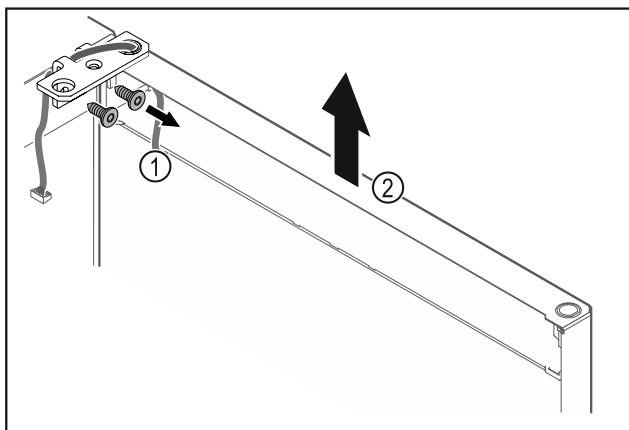

Fig. 26
- 按下合页角铁 Fig. 26 (1)。
- 将冰箱门连同合页角铁一起笔直向上提升 Fig. 26 (2) 大约 200 mm 并取下。